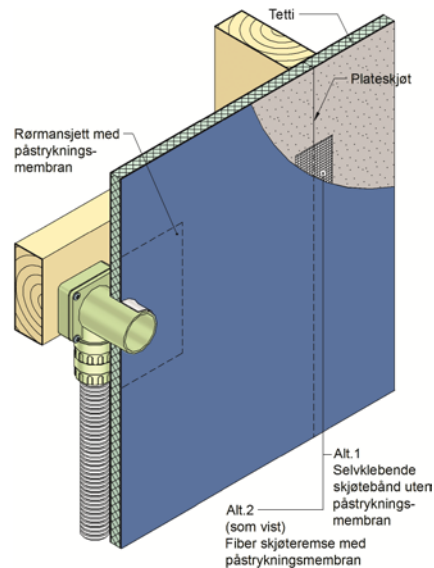

Fig. 3
Tetti rørmansjetter limes fast til underlaget med en godkjent påstrykningsmembran. Deretter dekkes mansjettene med påstrykningsmembranen i en bredde som er bredere enn selve mansjettene, se Fig 3.
- Alternativ 2: Tetti selvklebende membranbånd benyttes over veggskjøter og skruefester med en godkjent påstrykningsmembran som toppstrøk, se Fig 3. Det skal ikke legges membran under membranbåndet, kun over.